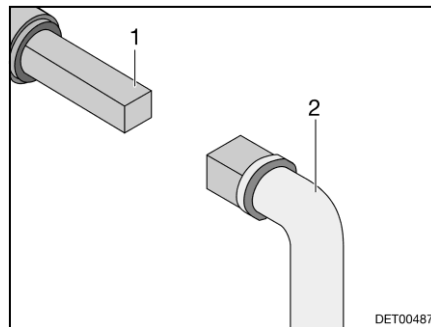

Fig. 92 Utilizzo del rubinetto di scolo delle acque grigie
- Inserire la chiave (Fig. 92,2) sul perno quadro (Fig. 92,1).